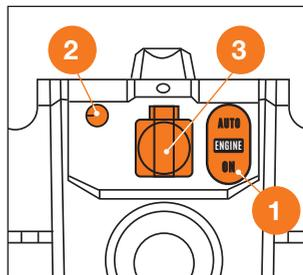

Рис. 3
При использовании пылесоса совместно с электроинструментом, для удаления пыли и стружки, подключите электроинструмент в розетку ③, переведите переключатель «ENGINE» ① в положение «AUTO» (Рис. 3). Пылесос начнет работать через несколько секунд после запуска электроинструмента и отключится через несколько секунд после остановки электроинструмента.
Установите два HEPA-фильтра и тканевый мешок для сбора пыли. Переведите переключатель «ENGINE» ① в положение «ON» и начните уборку (Рис. 3). Регулярно проверяйте состояние всасывающего шланга и насадок. Не допускайте засорения насадок мусором. При сухой уборке в пылесос не должна всасываться влага. Периодически проверяйте наполнение емкости пылесборника.